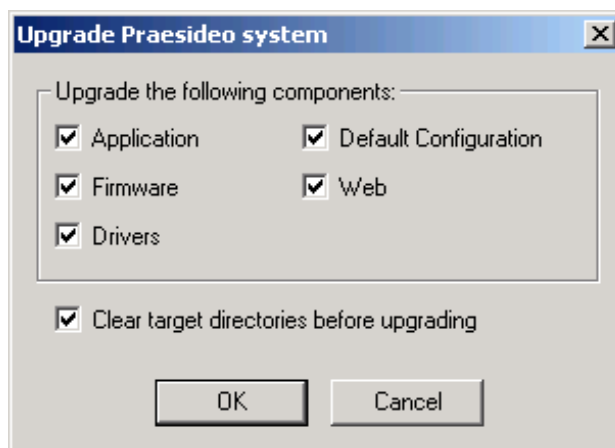

figura 26.6: Finestra di aggiornamento
- 2 Selezionare il *All* pulsante di opzione e fare clic su *Upgrade all*. Appare una schermata simile a quella di figura 26.6.